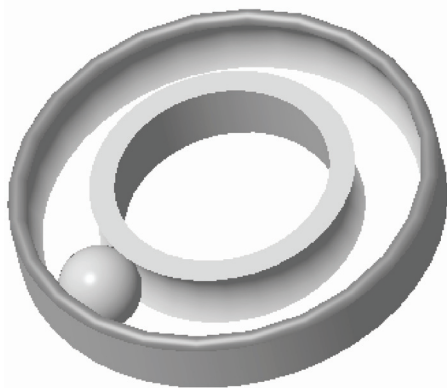

图 6-139 创建完全圆角特征
STEP 04 单击“完成”按钮, 即可创建完全圆角特征, 效果如图 6-139 所示。